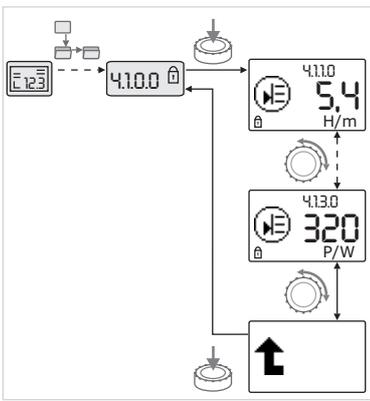

Fig. 40: Ativar informações
- Ao rodar o botão de operação, pode comandar-se elementos de menu do tipo "Informação" do submenu atual (ver Fig. 40). A explicação das regulações representadas pelos símbolos encontra-se na tabela do capítulo 8.7 „Elementos de menu de referência" na página 175.